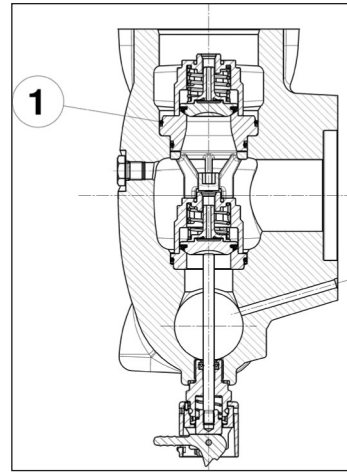

Abb. 122
Achten Sie besonders auf das Einsetzen des O-Rings Pos. ①, Abb. 122.